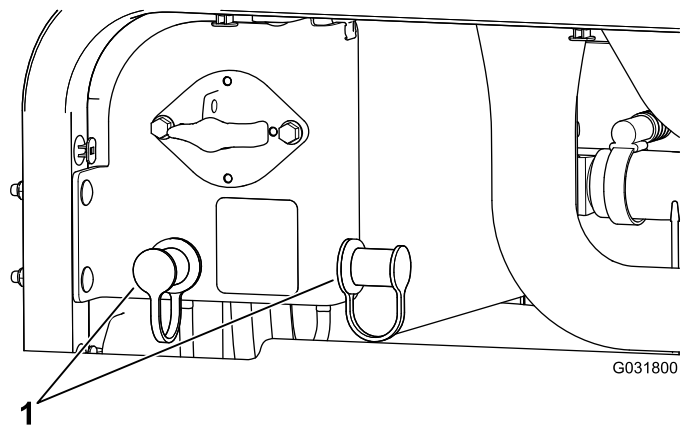

Bild 107
3. Nehmen Sie die Abdeckungen von den Starthilfepolen ab (Bild 107).
- Nehmen Sie die Abdeckungen von den Starthilfepolen ab (Bild 107).